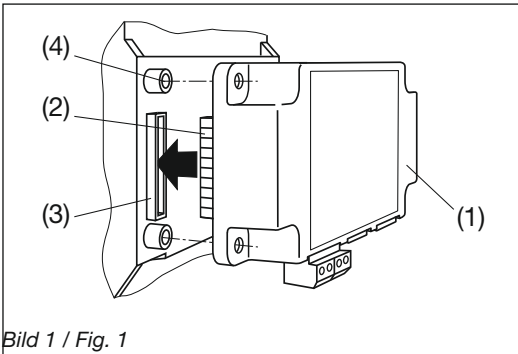

Bild 1 / Fig. 1
Erweiterungs-Modul (1) einfach auf der Rückseite des Grundgeräts aufstecken (Bild 1). Dabei beachten, dass Steckerleiste (3) und Steckbuchse (2), aufeinander passen.
Enficher simplement le module d'extension (1) sur la face arrière de l'appareil de base (Figure 1). Veiller à ce que la réglette à broches (3) et la fiche femelle (2) soient adaptées l'une à l'autre.
Simply attach the expansion module (1) to the back of the basic unit (Fig. 1). Make sure the connector (3) and the socket (2) fit together.